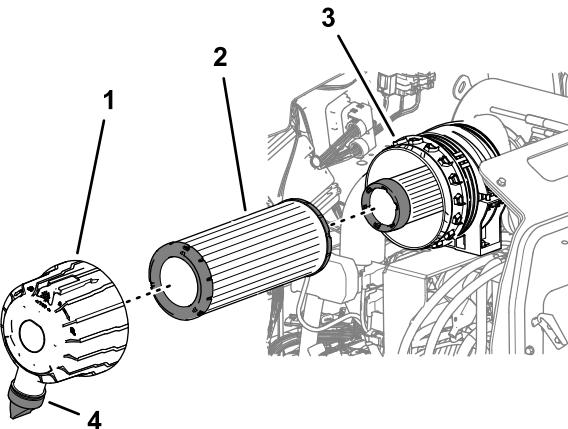

Bild 50
3. Entfernen Sie den Hauptluftfilter (Bild 50).